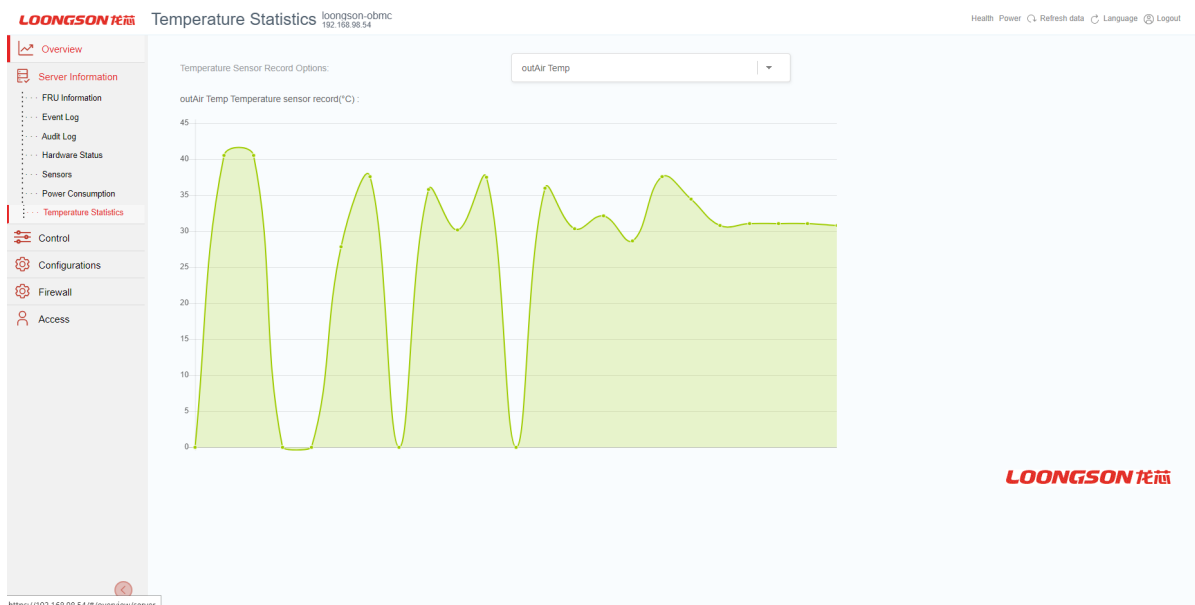

Рис. 73. Окно «Temperature Statistics»
8) Пройдите во вкладку «Server Information» → «Temperature Statistics» в данной вкладке представлен график температуры внутри сервера (температура ядер, температура входного/выходного воздуха). Окно показано на рис. 73 Окно «Temperature Statistics»